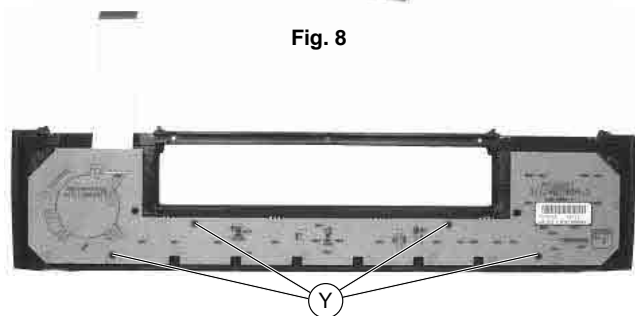

Fig. 10
- Dévisser les 4 vis (Y) (Fig. 10) et retirer le module de commande (PCUGN...) du volet de façade.
- Undo 4 screw (Y) (Fig. 10) and remove the Keyboard Control Unit (PCUGN...) from the front flap.